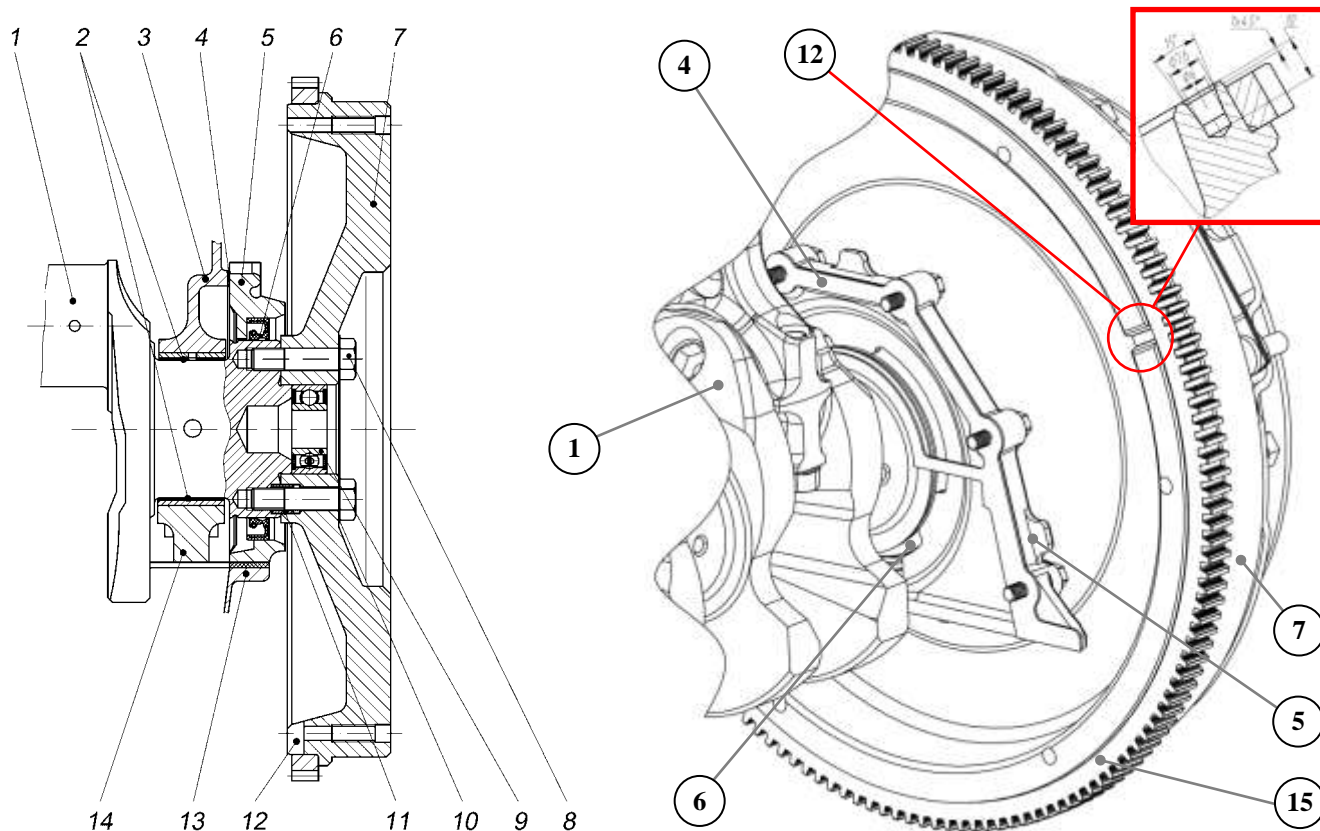

Рис. 19 – Задний конец коленчатого вала:
На центрирующий цилиндрический посадочный выступ фланца коленчатого вала (рис. 19) и втулку 11, запрессованную в задний фланец коленчатого вала, установлен маховик 7, прикрепленный к фланцу с помощью восьми самостопорящихся болтов 8 через термоупрочненную шайбу 10. Термоупрочненная шайба служит для увеличения надежности соединения. В гнездо маховика установлен подшипник 9 передней опоры первичного вала коробки передач.
**Маховик** (рис. 19) – отлит из серого чугуна, имеет напрессованный стальной, упрочненный закалкой токами высокой частоты, зубчатый венец 15. Маховик подвергается статической балансировке отдельно от коленчатого вала. Масса маховика 13,2 кг.